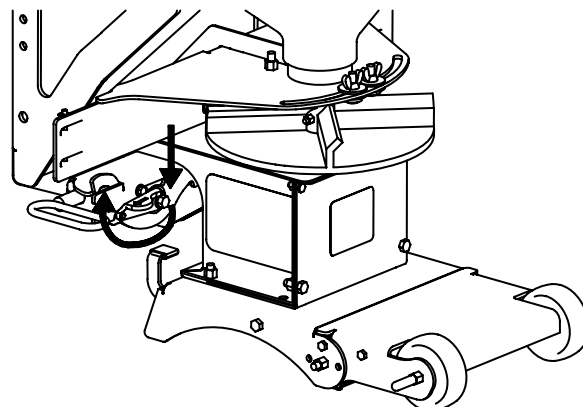

Bild 13. Hebel Rotation
2. Lösen Sie die Zurrgurte (5).
3. Lockern Sie die Stabilisatoren (3) & (4).
5. Drehen Sie den Rotations Hebel auf die "AUF" Stellung Siehe Bild 13.